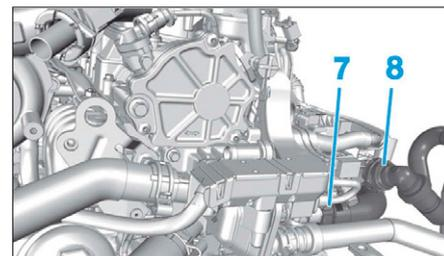

FIG. 73
- Désaccoupler les durits (7) et (8) (**Fig.73**).